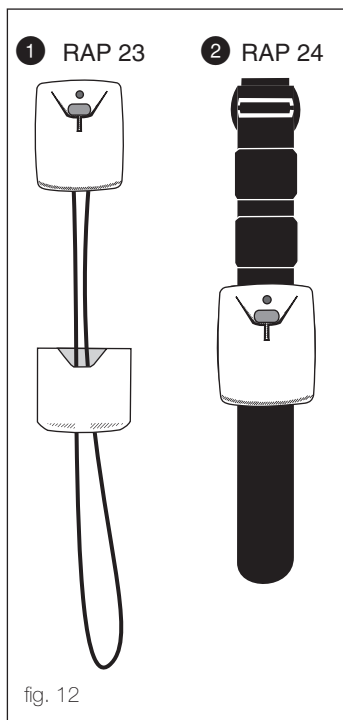

fig. 12
6.1 Description du produit (fig.12)